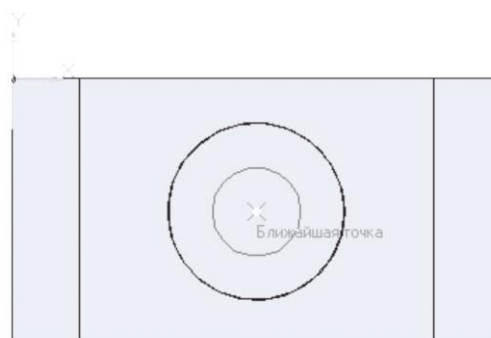

Рис. 7.9. Построение окружности
29) Постройте окружность радиусом 10 мм ($\varnothing = 20$). Воспользуйтесь глобальной привязкой «**Ближайшая точка**» (рис. 7.9);